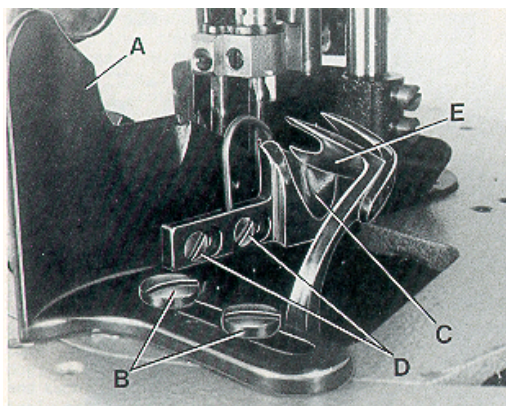

Fig. 26
Set the edge guide (A, Fig. 26) laterally as close as possible to the presser foot without contacting it. When loosening the two screws (B), the edge guide (A) can be moved laterally. Retighten screws.
Set the stitch tongue (C, Fig. 26) so that the rear part of the thread loop slides over the tongue onto the fabric, while the front part of the loop is retained until the right needle securely has entered the loop. After loosening screw (D) the stitch tongue (C) can be moved to the front or to the rear. When moving the stitch tongue to the rear, the front part of the thread loop is retained longer. Retighten screws (D).
On its travel the upper spreader (E, Fig. 26) should not contact stitch tongue (C).
Stellen Sie die Kantenführung (A, Fig. 26) seitlich so dicht wie möglich an den Drückerfuß, ohne diesen zu berühren. Nach Lösen der beiden Schrauben (B) kann die Kantenführung (A) seitlich verschoben werden. Ziehen Sie die Schrauben wieder an.
Stellen Sie die Stichzunge (C, Fig. 26) so, daß der hintere Teil der Fadenschlinge über die Zunge auf das Nähgut gleitet, während der vordere Teil der Schlinge so lange zurückgehalten wird, bis die rechte Nadel sicher in die Schlinge eingestochen hat. Nach Lösen der Schrauben (D) kann die Stichzunge (C) nach vorne oder hinten verschoben werden. Wird die Stichzunge nach hinten verschoben, wird der vordere Teil der Fadenschlinge länger zurückgehalten. Ziehen Sie die Schrauben (D) wieder an.
Der obere Blindgreifer (E, Fig. 26) darf bei seiner Bewegung die Stichzunge nicht berühren.